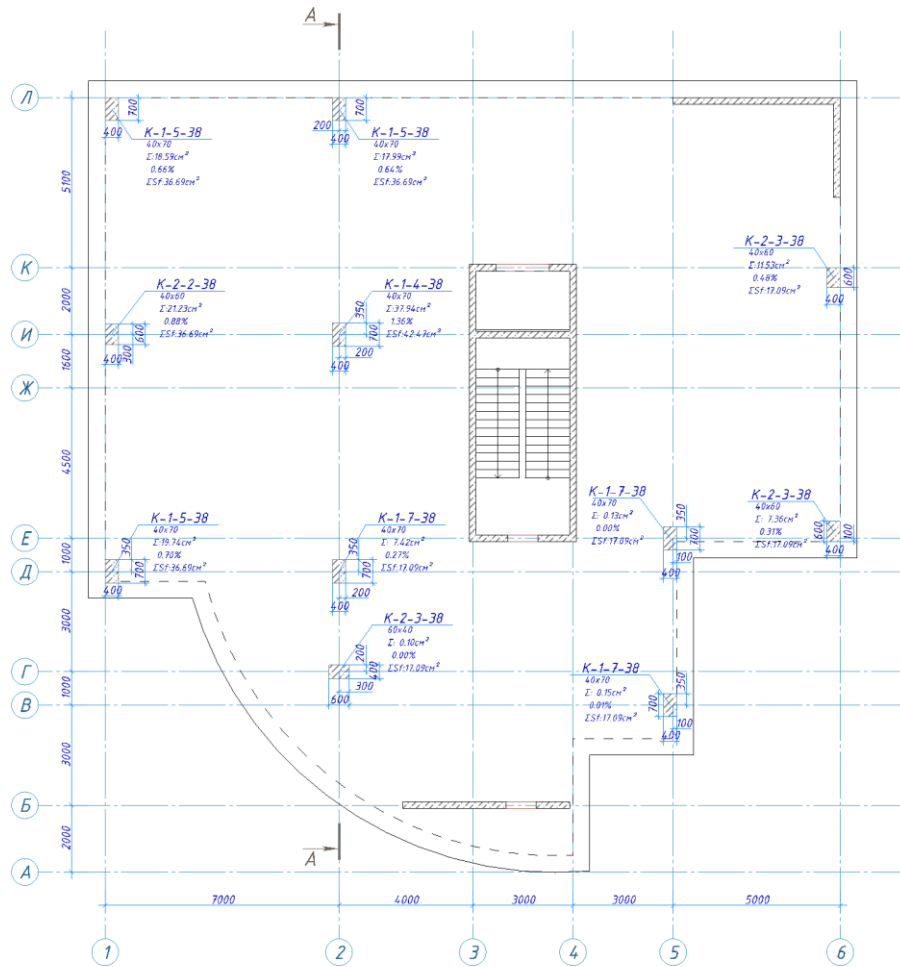

Рис. 27.11. План 1-го поверху з марками колон, розмірами колон і прив'язкою колон до осей
- Натисніть кнопку  – **Інформація про армування колон** в одноіменному розкритому списку (панель **Основна арматура** на вкладці **Армування**). План 1-го поверху з марками колон, розмірами колон, прив'язкою колон до осей та інформацією про армування колон відображений на рис. 27.11.